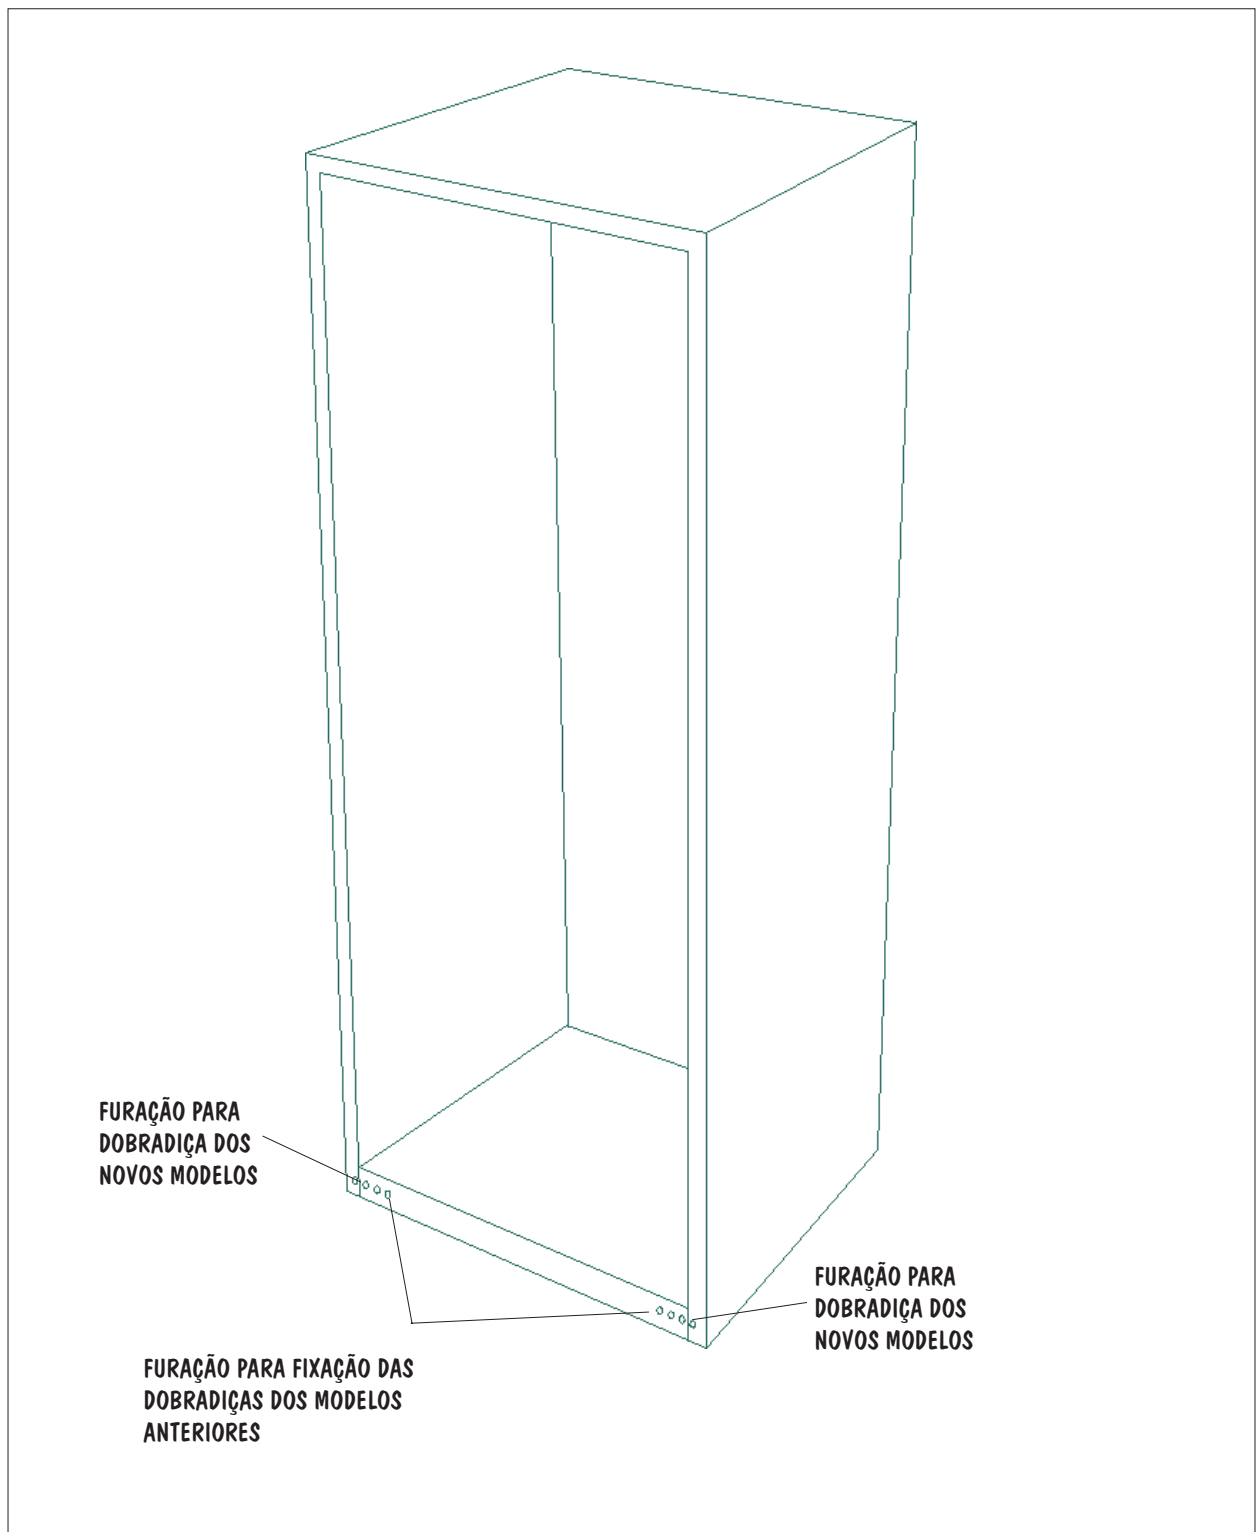

Fig.12
O Gabinete (fig.12), é praticamente o mesmo dos atuais modelos, diferenciando-se em três pontos:
Porém, o Gabinete para reposição em campo, será fornecido com ambas as furações para fixação da Dobradiça Inferior, podendo ser utilizado tanto para os novos modelos, quanto para os modelos substituídos (veja fig.12).
c) Na parte inferior do Gabinete existem 2 furações para fixação das Presilhas do Rodapé (veja fig.12)